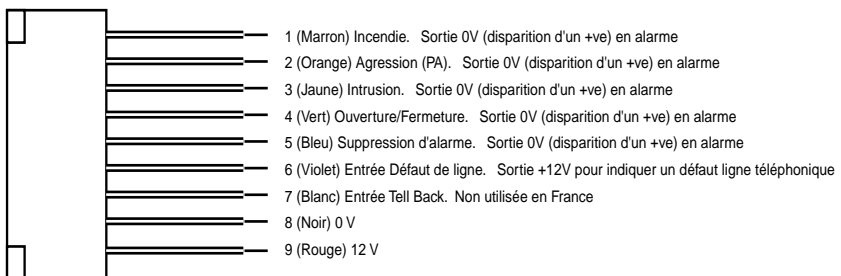

Figure 19. Câble "Transmissions"
4. Effectuer les raccordements nécessaires entre le transmetteur et le câble spécifique "Transmissions". La figure 19 illustre les sorties disponibles aux extrémités de ce dernier.